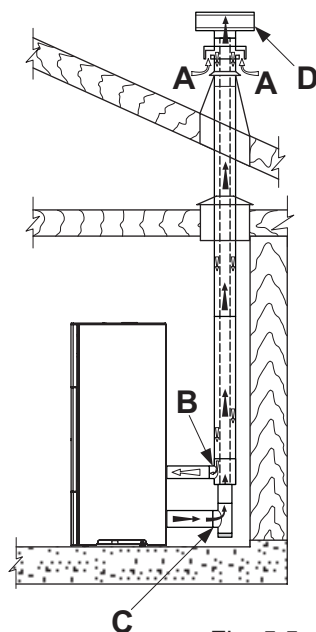

Fig. 5.5
- canalizzare l'aria comburente sfruttando un tubo di scarico coassiale per l'espulsione dei fumi ed il prelevamento dell'aria; pertanto non è necessario fare una classica presa d'aria nel locale (fig. 5.5 A,B=Ingresso aria C,D=Uscita fumi);
Nel caso di installazione di una stufa a pellet della serie “Ermetica” è possibile utilizzare uno specifico tubo coassiale che consenta sia l’espulsione dei fumi che la canalizzazione dell’aria comburente dall’esterno (fig. 5.5 A,B=Ingresso aria C,D=Uscita fumi).